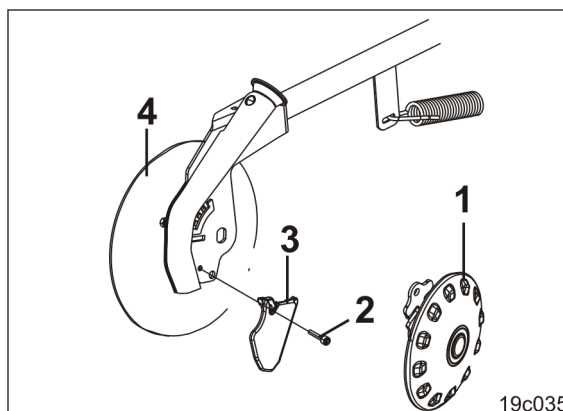

Fig. 119
1. Die Kunststoffscheibe (Fig. 119/1) demon-
2. Die Zylinderschraube (Fig. 119/2) lösen
3. Die Verschleißspitze (Fig. 119/3) austau-
Die Verschleißspitze (Fig. 119/3) darf
(Fig. 119/4) hinausragen. Säscheibe